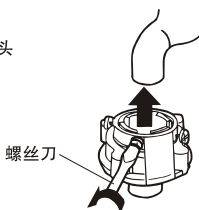

图2
2. 将进水管接头四个螺钉松至可套在水龙头上为止,然后将进水管接头套在水龙头上,如图2。如果水龙头口径偏大,进水管接头套不上,则松开四个螺钉,取下衬套,如图3。